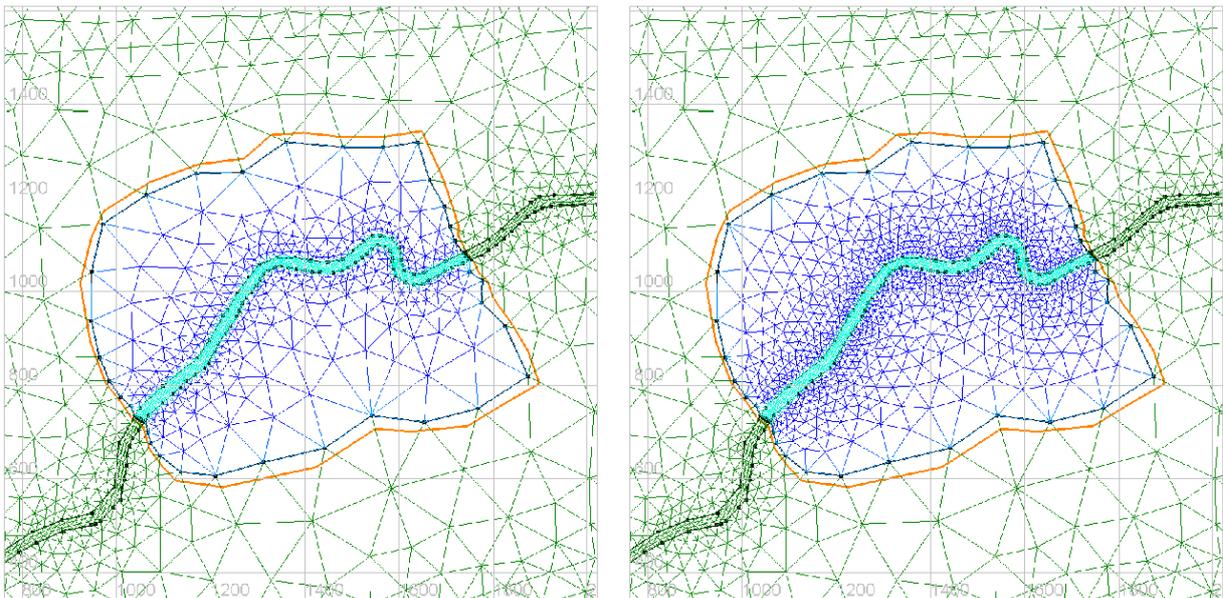

FIGURE 2.17 – Effet du facteur de croissance des nœuds (1.6 à gauche avec 882 points, 1.2 à droite avec 1411 points) sur la densité du maillage du trou
- Cliquez sur **RUN**, **YES**, **OK**, **OK**, puis visualiser le maillage en sélectionnant *New Mesh* et le déposant sur *2D View (3)* (Fig. 2.17 gauche). S'il vous convient, renommez le **MAILLAGE TROU**, puis sauvegardez le.